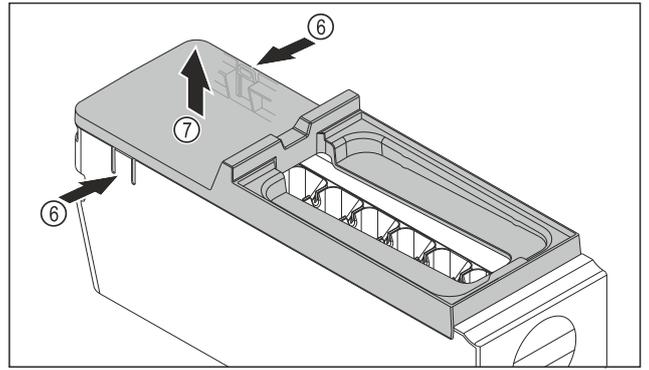

Fig. 146
- ▶ 取出 EasyTwist-Ice 机身的盖板：用一只手按压 EasyTwist-Ice 机身两侧的接片 Fig. 146 (6)。
- ▶ 用另一只手朝上取出盖板 Fig. 146 (7)。